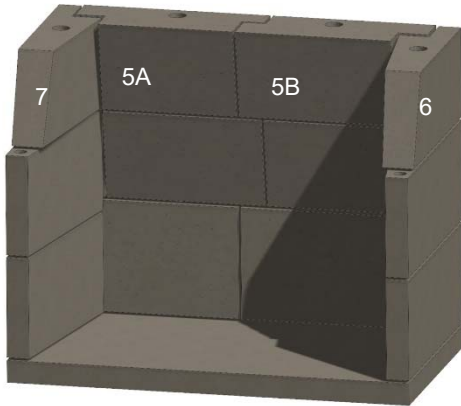

Figure 7. Plaques dorsales et parois latérales supérieures
E. Installez les parois latérales inclinées (6 et 7), et les plaques arrière supérieures (5A, 5B). Vérifiez les côtés et le dessus avec un niveau. Voir la figure 7.